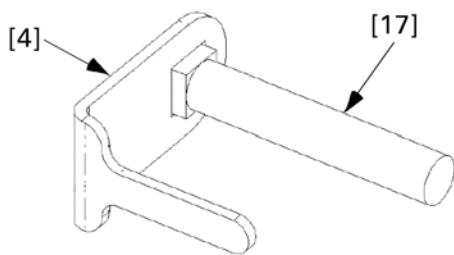
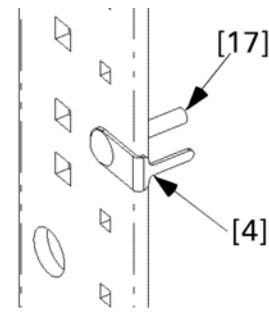

Figure 3. Assemblage d'un dispositif anti-rotation [4] avec un boulon de carrosserie [17].
Figure 4. Installation d'un boulon de carrosserie [17] et d'un dispositif anti-rotation [4] dans l'intérieur.
3. Assembler les dispositifs anti-rotation sur les boulons de carrosserie. Glisser un dispositif anti-rotation [4] par-dessus la tige carrée de chaque boulon de carrosserie [17], comme montré à la Figure 3. La Figure 4 illustre l'installation d'un boulon et d'un dispositif anti-rotation dans l'intérieur, comme montré dans les étapes suivantes.